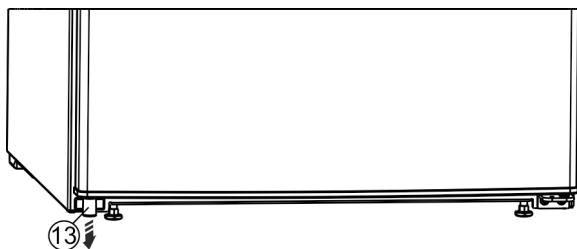

Fig. 13 \*
- Извадете дистанционния елемент *Fig. 13 (13)* от вратата долу вляво.\*